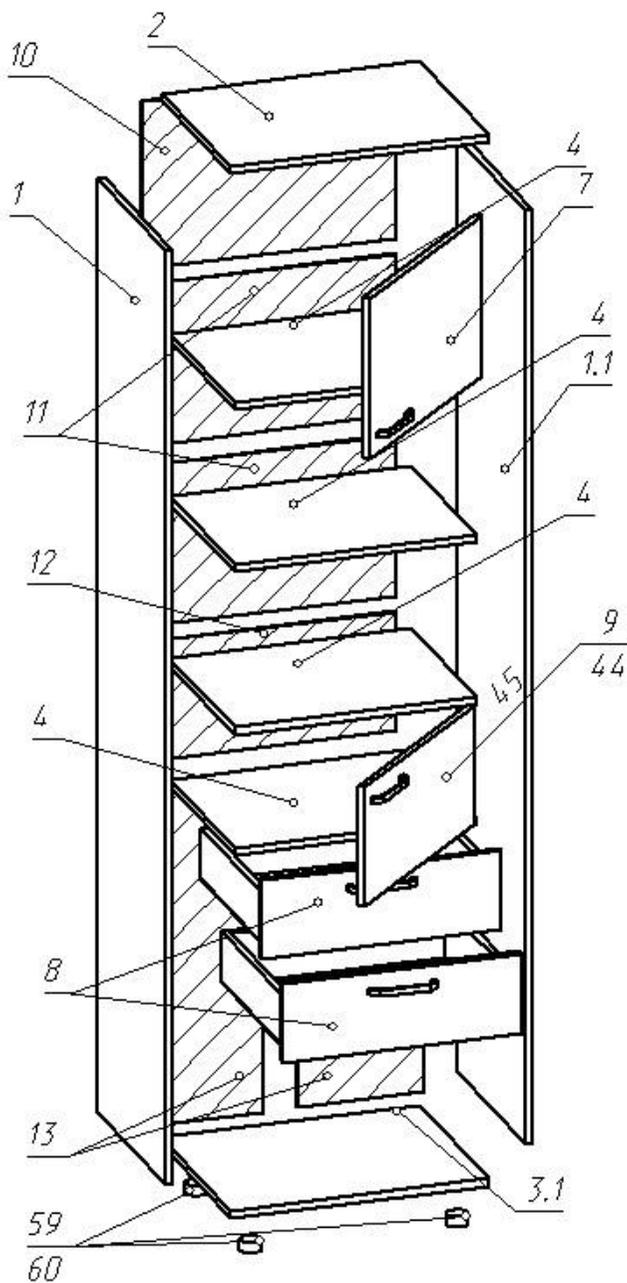

Рис. 3
1. Собрать каркас шкафа по схеме сборки (рис.3) с помощью евровинтов (рис.1).